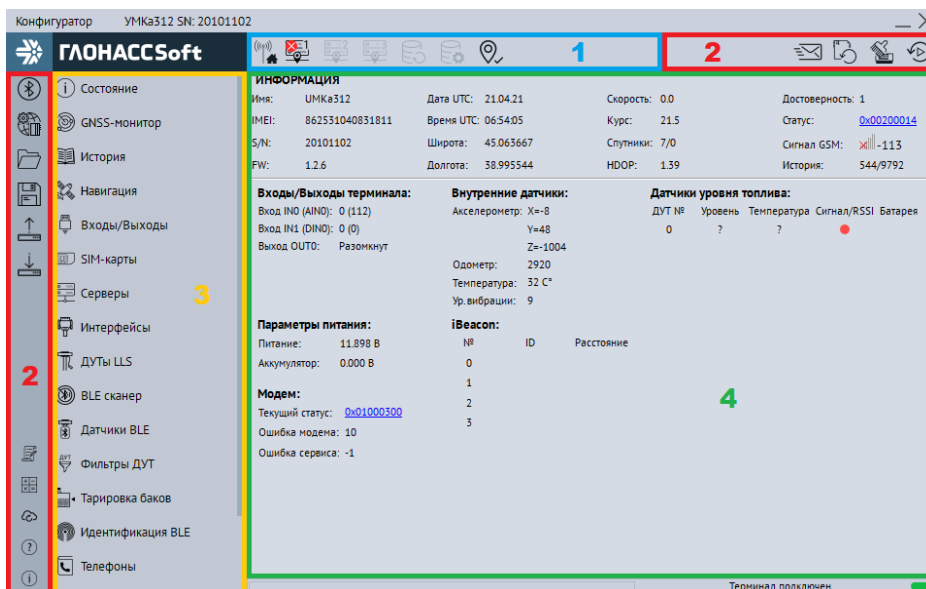

Рисунок 3.9 Стартовое окно «Состояние»
Для запуска приложения, перейдите в «Пуск» → «Все программы» → «Конфигуратор УМКаЗХХ». Откроется стартовое окно конфигуратора (Рисунок 3.9), которое условно можно разделить на четыре зоны: Панель статуса (1), панели инструментов (2), дерево настроек (3) и окно отображения информации (4).
Для просмотра и редактирования настроек терминала воспользуйтесь вкладками настроек (Рисунок 3.9). При нажатии на вкладку в окне отображения информации можно посмотреть соответствующие значения и настройки и отредактировать их.
На вкладке «Состояние» (Рисунок 3.9) отображается общая информация о терминале, состоянии входов/выходов терминала, внутренних и внешних датчиков.